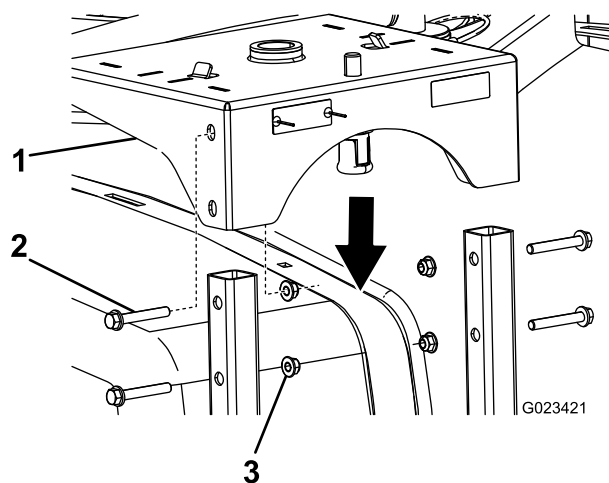

Bild 3
3. Senken Sie das Schlauchtrommelunterteil auf die Schlauchtrommelrahmen und befestigen Sie sie mit vier langen Schrauben (3/8") und vier Bundmuttern (3/8"), wie in Bild 3 abgebildet.